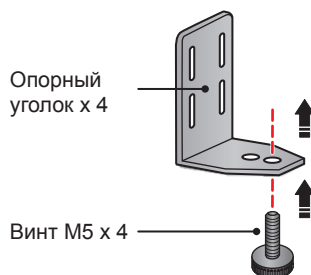

Рис. 6-3. Установка болта ИБП 15/20 кВА
- 2 Вставьте болты из комплекта поставки в резьбовое отверстие каждого опорного уголка с внешней стороны, (см. **Рис. 6-3**).